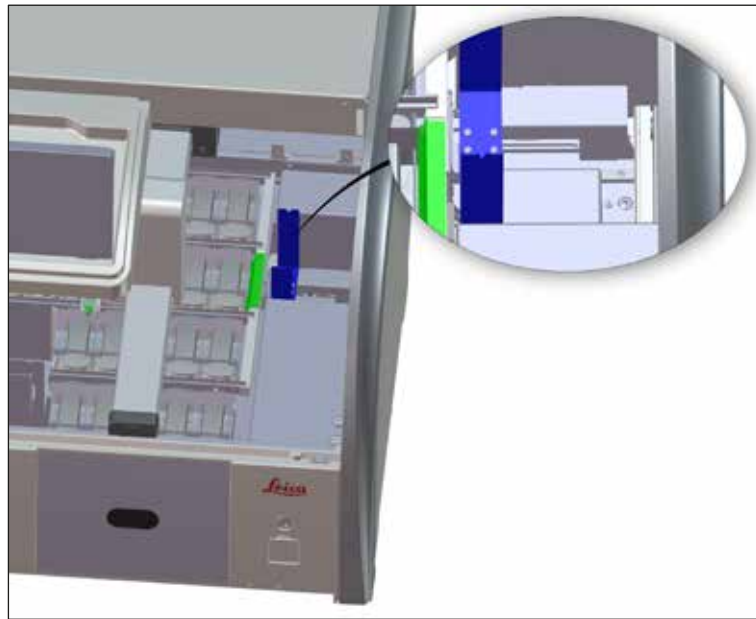

Fig. 98
- Controllare regolarmente che nella stazione di trasferimento (→ "Fig. 98") non vi siano residui di reagente e, se necessario, pulirla utilizzando un detergente delicato al pH neutro, presente in commercio.